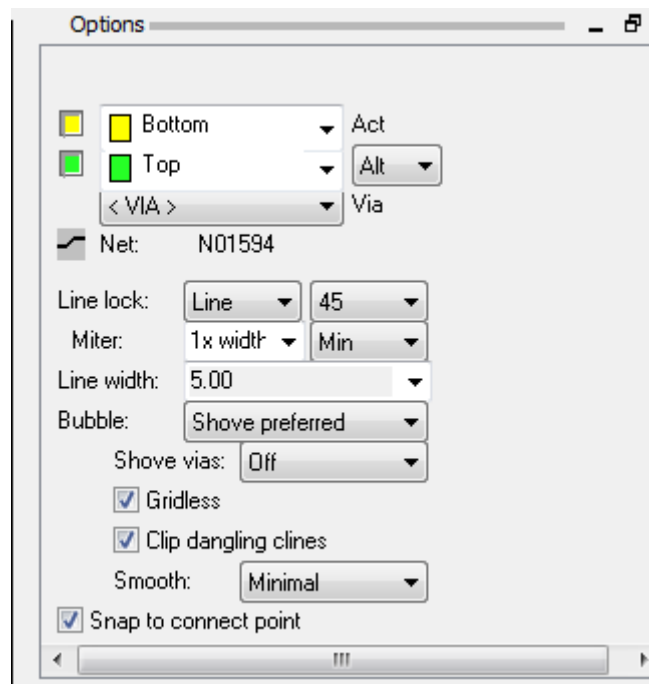

Рис. 21.47. Панель Options для разводки остальных цепей
4. Нажмите на цепь, которую разводите. Панель Options изменится, как показано на рис. 21.47.